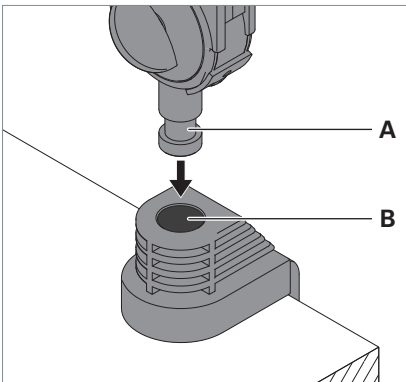

Fig. 2: Montage du luminaire sur l'élément de fixation.
- ▶ Introduire le tourillon **A** situé sur les tiges du luminaire dans l'ouverture **B** de l'élément de fixation, voir Fig. 2.